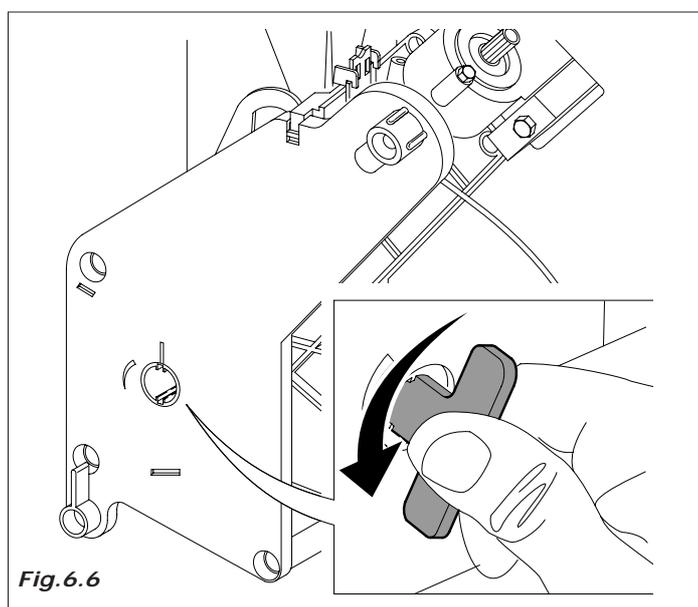

Fig. 6.6
- Pimpiar los residuos de café del grupo. Este se puede extraer para facilitar la tarea (Fig.6.6)